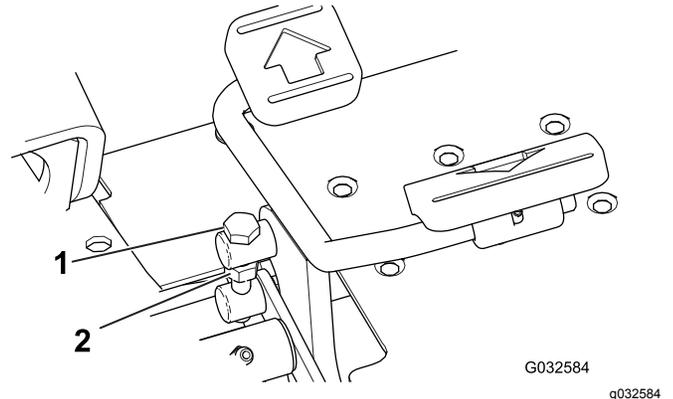

Figura 45
1. Solte a contraporca do parafuso retificado na lateral do pedal de tração (Figura 45).